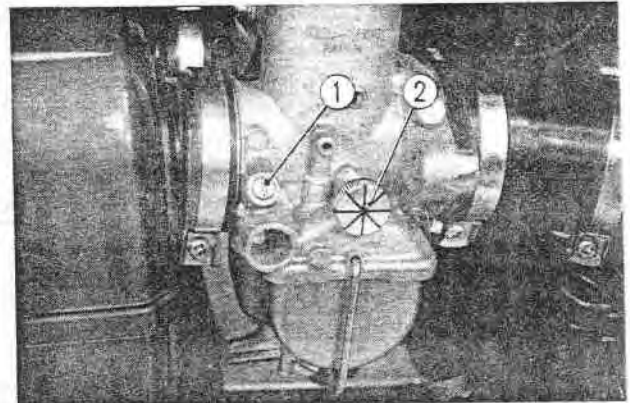

Fig. 6-15 ① Vis d'air
e. Visser doucement les vis d'air jusqu'à ce qu'elles viennent en butée, puis dévisser d'un tour complet. (Fig. 6-15)
(2) Réglage final